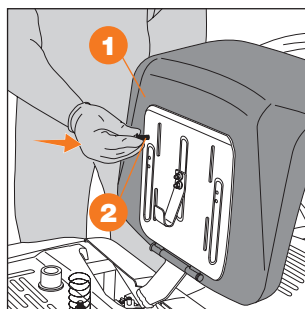

Рис. 9
- Установите сиденье **1** на платформу, закрепите болтами **2** (Рис. 9).